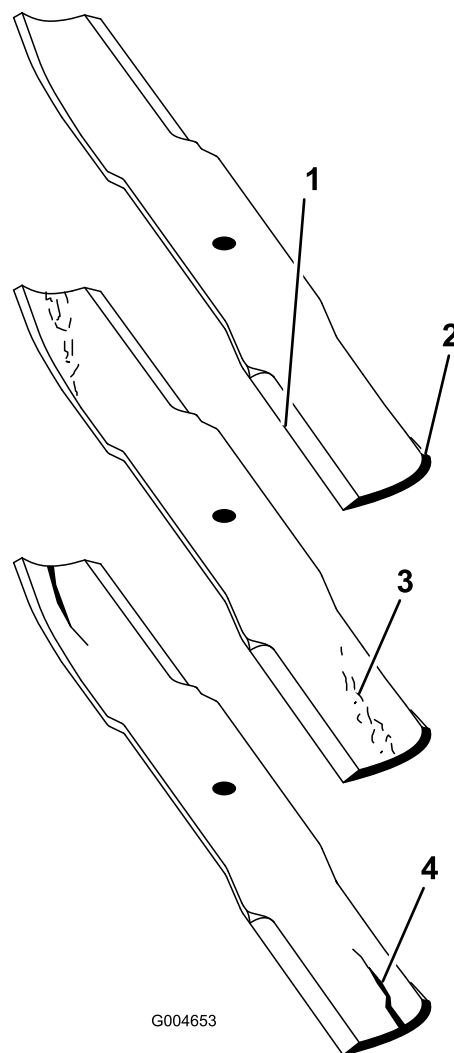

図 99
2. ブレードの切っ先を注意深く観察、特に、直線部と曲線部が交わる部分をよく観察する 図 99。
注 この、直線部と曲線部の交差域は、砂などによる磨耗が進みやすい部分なので、機械を使用する前によく点検することが必要である。磨耗が進んでいる場合 図 99 には、ブレードを交換する。